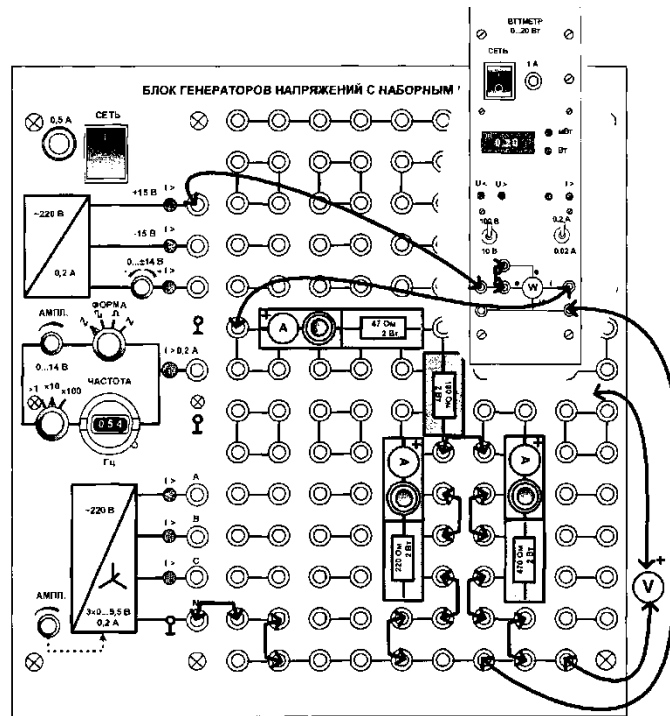

Рис.3.2
- Соберите цепь согласно монтажной схеме (рис. 3.2). В каждой из трёх ветвей этой схемы включены миниблоки для подключения амперметра. На вхо-